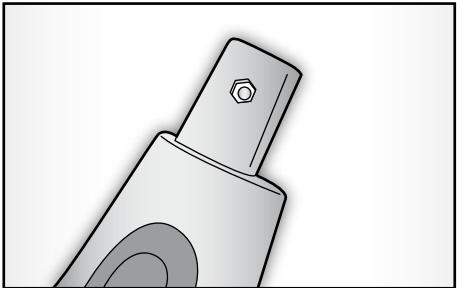

Fig. 2
- inserire il dado (I) in dotazione nell'apposito alloggiamento presente sulla sommità del corpo dell'apparecchio (S) (Fig. 2);